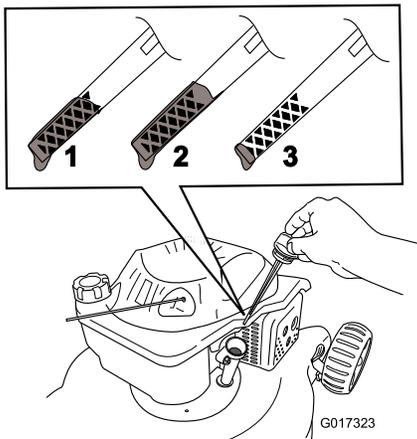

Figura 10
2. Retire la varilla (Figura 10).
3. **Lentamente**, vierta aceite en el tubo de llenado hasta que el nivel llegue a la marca **Full** (lleno) de la varilla (Figura 10). **No llene demasiado.** Capacidad máxima: 0,59 l (20 onzas), tipo: aceite detergente SAE 30 o SAE 10W-30, con clasificación de servicio API SF, SG, SH, SJ, SL o superior.
1. Retire la varilla, límpiela, y vuelva a colocarla (Figura 10).
2. Retire la varilla y compruebe el nivel de aceite (Figura 10). Si el nivel de aceite está por debajo de la marca **Add** de la varilla, vierta **lentamente** aceite en el tubo de llenado hasta que el nivel llegue a la marca **Full** de la varilla. **No llene demasiado.** (Capacidad máxima: 0,59 l (20 onzas), tipo: aceite detergente SAE 30 o SAE 10W-30, con clasificación de servicio API SF, SG, SH, SJ, SL o superior.)